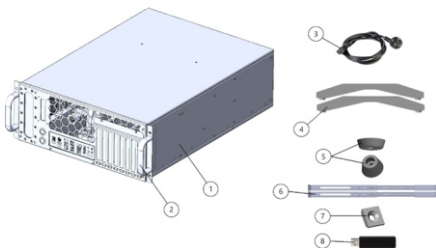

Рисунок 4 – Комплект поставки изделия
1.3.1 В упаковке сервера содержится следующий комплект (рисунок 4):